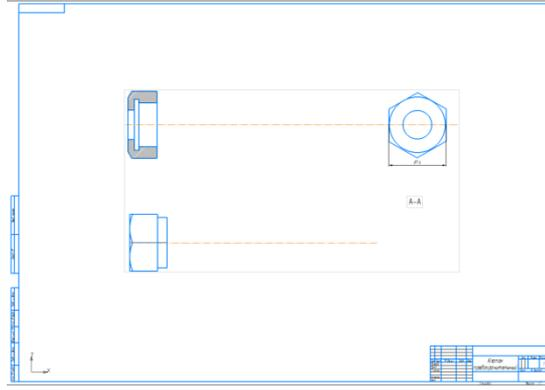

Рис.14
4.2.4.1 Элементы Детали, имеющих форму шестигранной призмы (Рис. 14).